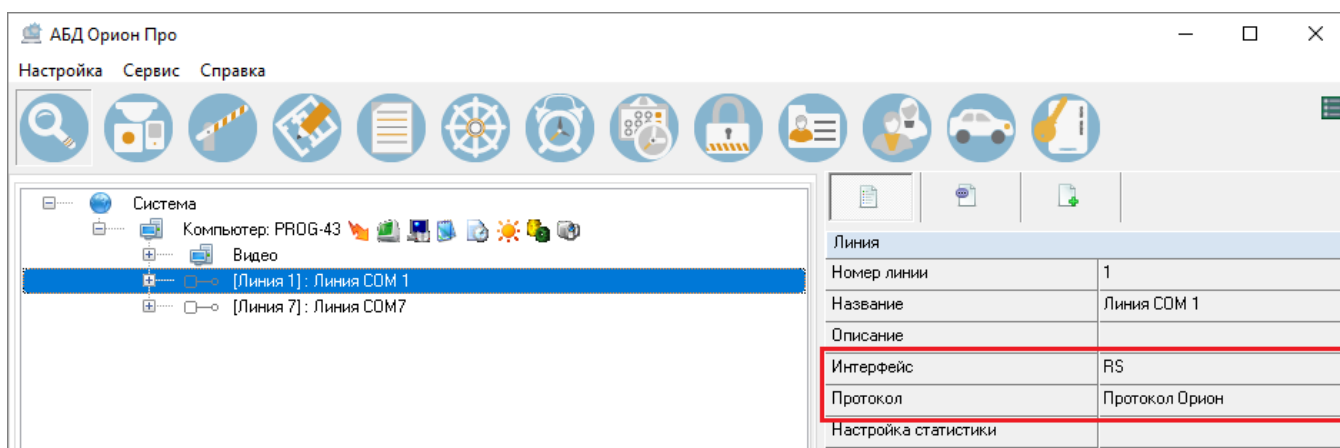
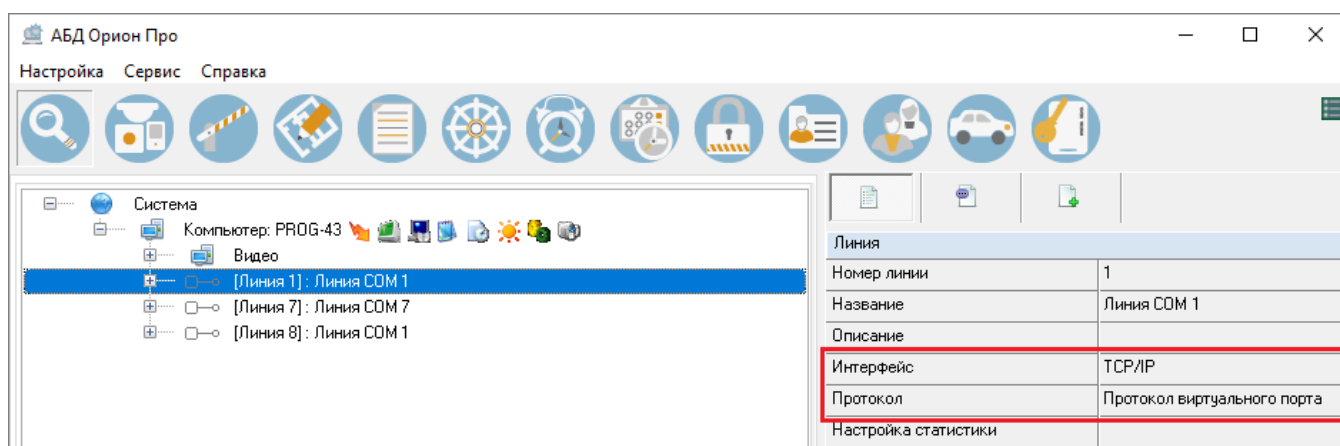
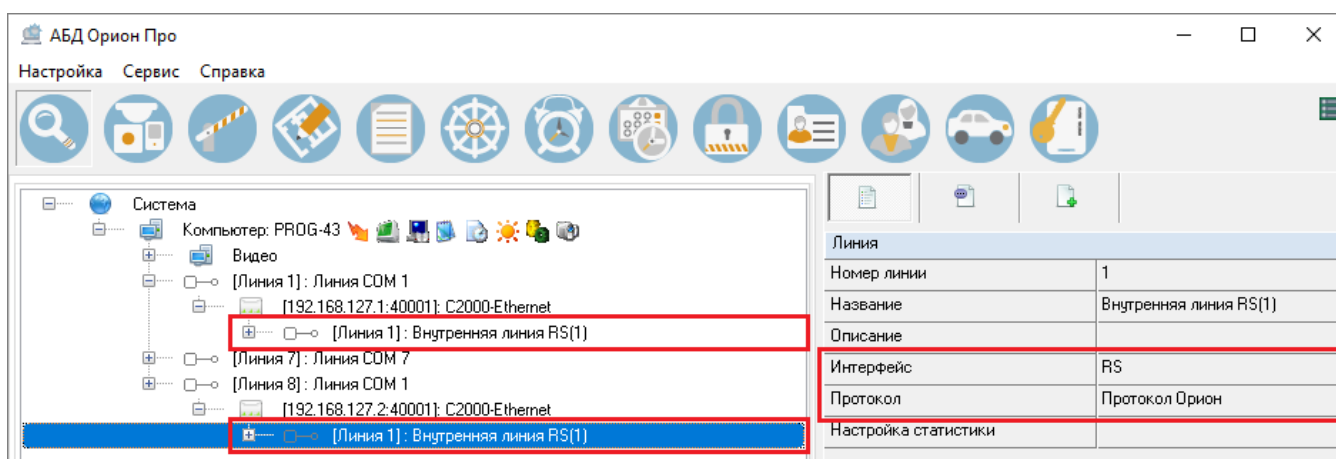

Рисунок 6-92 Настройки линии до ее преобразования
Рисунок 6-93 Измененные настройки линии после ее преобразования мастером изменения протокола
Рисунок 6-96 Внутренние линии приборов C2000-Ethernet и их настройки
- В настройках глобальных свойств изменяемой линии, для которой ранее был задан интерфейс RS и протокол «Орион» или «Орион Про» (см. Рисунок 6-92), интерфейс и протокол изменятся на «TCP/IP» и «Протокол виртуального порта» соответственно (см. Рисунок 6-93);
- Для приборов C2000-Ethernet появятся внутренние линии (см. Рисунок 6-96) с интерфейсом RS и протоколом, соответствующим тому протоколу («Орион» или «Орион Про»), который был у преобразовываемой линии (см. Рисунок 6-92).